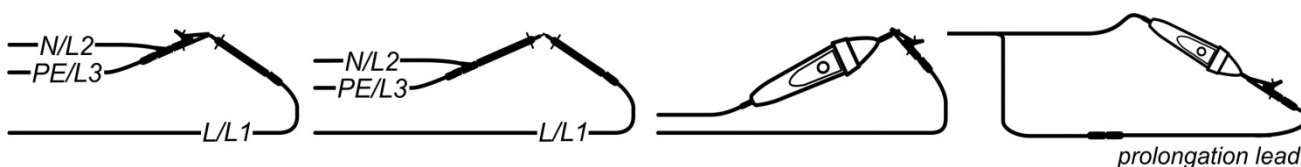

Рисунок 5.16: Закороченные испытательные выводы
- **Подключите** испытательный кабель к прибору и закоротите вместе испытательные провода (см. Рисунок 5.16: Закороченные испытательные выводы